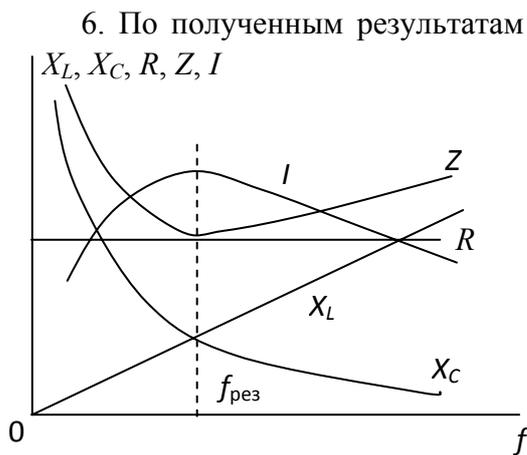

Рис. 4.8. Частотные характеристики
6. По полученным результатам теоретических расчетов постройте так называемые частотные характеристики – зависимости изменения параметров  $X_L$ ,  $X_C$ ,  $Z$ ,  $R$  и  $I$  от частоты  $f$ . Примерный вид этих зависимостей приведен на рис. 4.8.